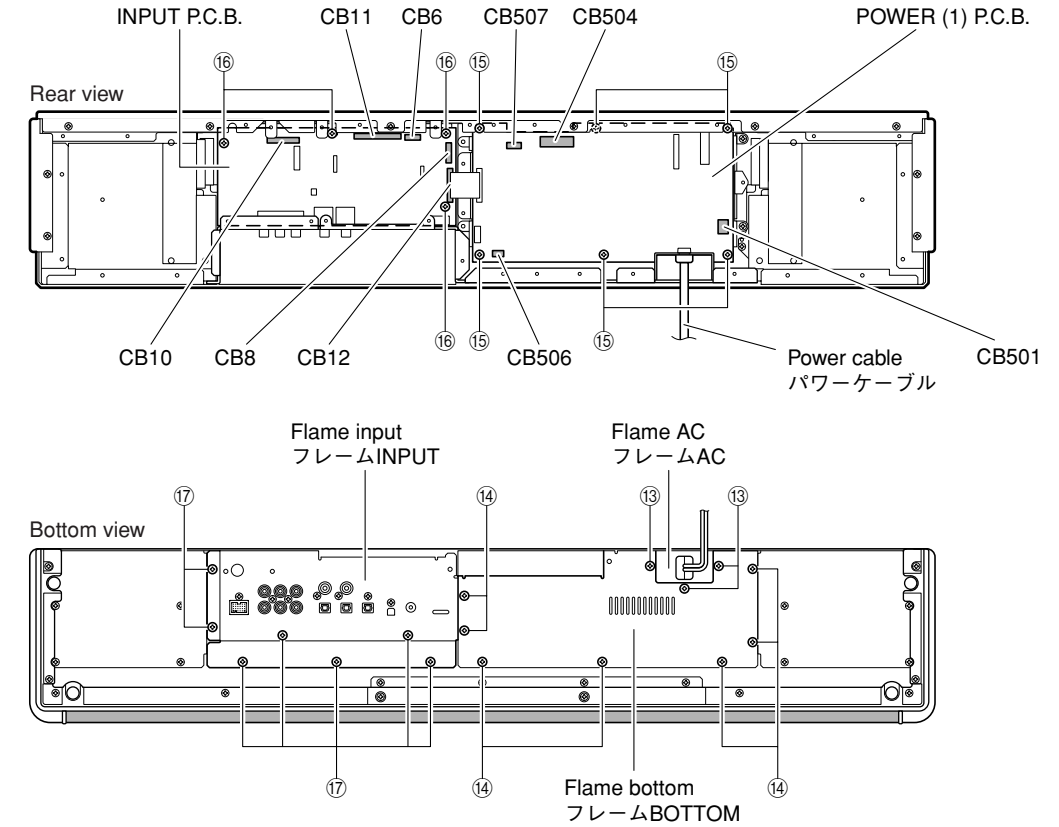

Fig. 5
- Remove 3 screws (13). (Fig. 5)
- Remove CB501. (Fig. 5)
- Remove power cable together with frame AC. (Fig. 5)
- Remove 7 screws (14). (Fig. 5)
- Remove frame bottom. (Fig. 5)
- Remove 6 screws (15). (Fig. 5)
- Remove CB12, CB504, CB506 and CB507. (Fig. 5)
- Remove POWER (1) P.C.B.. (Fig. 5)
- Remove 4 screws (16) and 7 screws (17). (Fig. 5)
- Remove CB6, CB8, CB10 and CB11. (Fig. 5)
- Remove INPUT P.C.B. together with frame input. (Fig. 5)
- 13のネジ3本を外します。(Fig. 5)
- CB501を外します。(Fig. 5)
- 電源コードをフレームACと一緒に取り外します。(Fig. 5)
- 14のネジ7本を外します。(Fig. 5)
- フレームBOTTOMを取り外します。(Fig. 5)
- 15のネジ6本を外します。(Fig. 5)
- CB12、CB504、CB506-507を外します。(Fig. 5)
- POWER(1)P.C.B.を取り外します。(Fig. 5)
- 16のネジ4本、17のネジ7本を外します。(Fig. 5)
- CB6、CB8、CB10-11を外します。(Fig. 5)
- INPUT P.C.B.をフレームINPUTと一緒に取り外します。(Fig. 5)